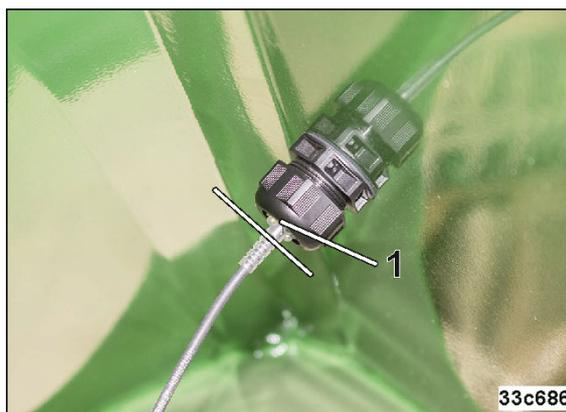

Рис. 142
4. Вставьте датчик в крепление настолько глубоко, чтобы кабельный выход был заподлицо с креплением (Рис. 142/1).